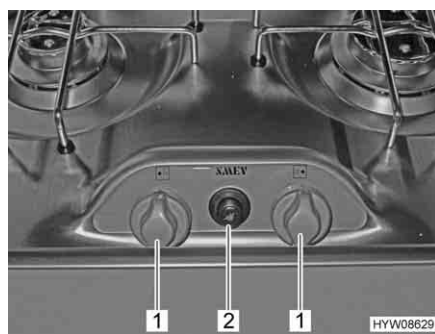
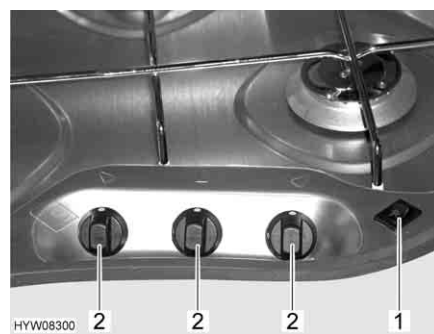

Fig. 85 Elementi di comando del fornello a gas a 2 fiamme
Fig. 86 Elementi di comando del fornello a gas a 3 fiamme
- Ruotare il pomello girevole (Fig. 85,1 o Fig. 86,2) dell'apparecchio a fiamma libera desiderato in posizione accesa (fiamma alta).
- Fornello a gas a 2 fiamme: Premere il bottone automatico (Fig. 85,2). Se necessario, premere ripetutamente il bottone automatico, finché si accende la fiamma.
- Fornello a gas a 3 fiamme: Premere l'interruttore a bilico (Fig. 86,1). Sul bruciatore vengono prodotte scintille.